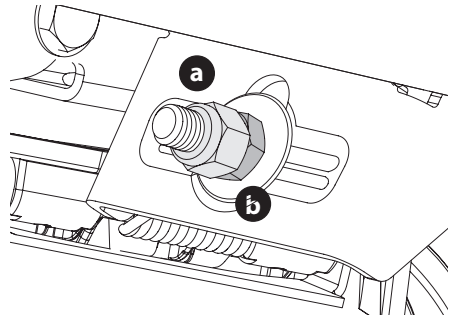

Figura 35
5. Para elevar el frente de la plataforma, extraiga la tapa de extremo, afloje la contratuerca exterior (a) y apriete (rosca hacia adentro) la tuerca interior (b) contra la ménsula de suspensión delantera. Una vez alcanzado el ajuste adecuado, vuelva a ajustar la contratuerca exterior (a) y vuelva a colocar la tapa de extremo (Figura 35).